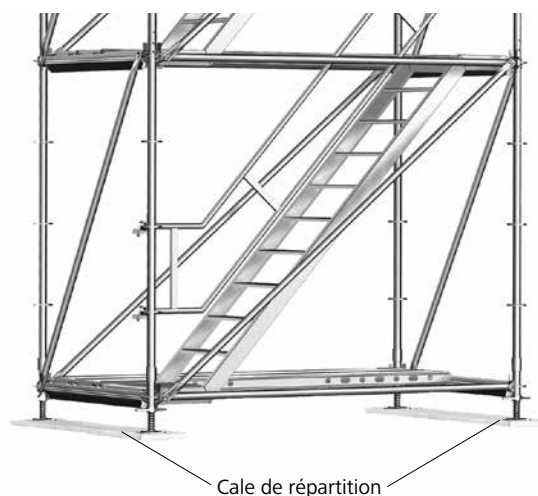

Fig. 7.1
- Posez des cales de répartition adaptées. Les deux vérins de pied d'un côté doivent toujours reposer sur la même cale (Fig. 7.1 et 7.2).